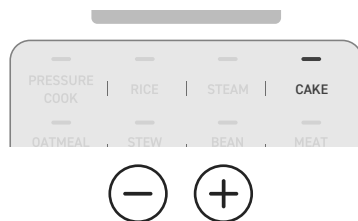

Figura 9.5
5. Selezionare **TORTA** e premere i pulsanti **-** oppure **+** per regolare il tempo sul tempo di cottura richiesto dalla ricetta. **[Figura 9.5]**